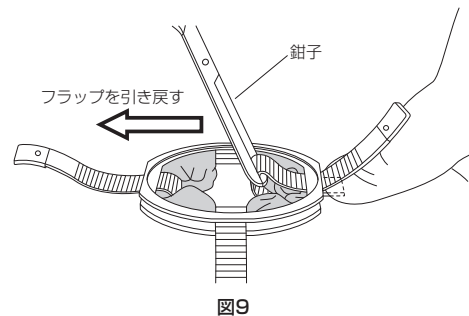

図9
- 2) 解除レバーを押し下げたまま、鉗子等でフラップを引き戻す。(図9)